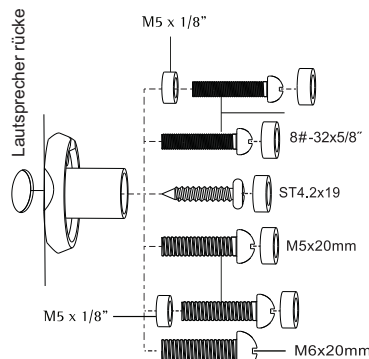

Abbildung 3
4. Kontrollieren Sie die Größe des Lochs, und überprüfen Sie ob ST4.2x19 Selbstschneidender Schraube, M5X20mm oder M6X20mm Maschinenschraube passt innen. (Abbildung 3)